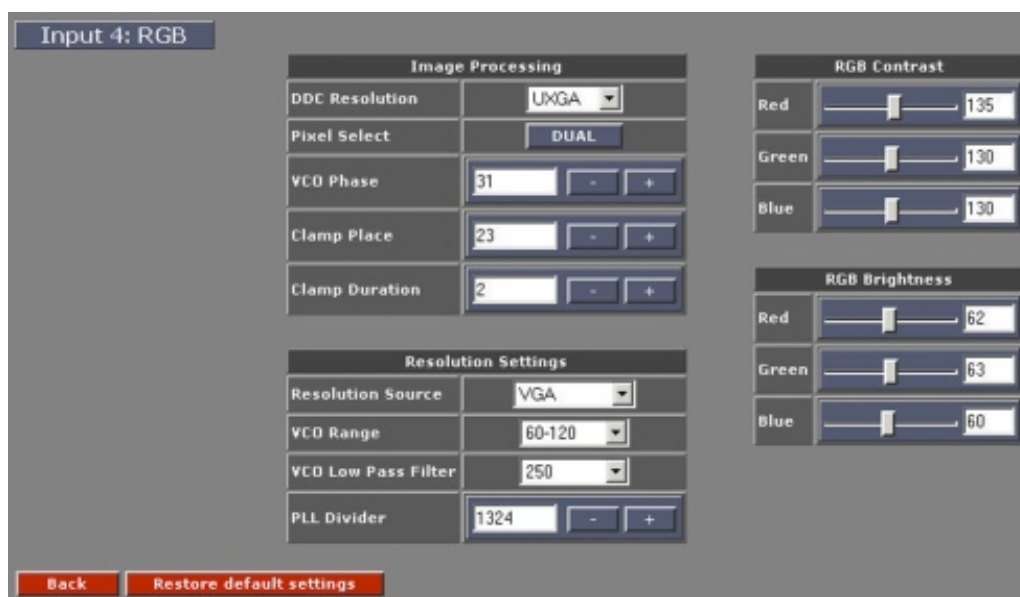

Imagen 10-9
1. Haga clic en **Adjust** junto a la entrada RGB para abrir la ventana de configuración de la misma. (imagen 10-9)